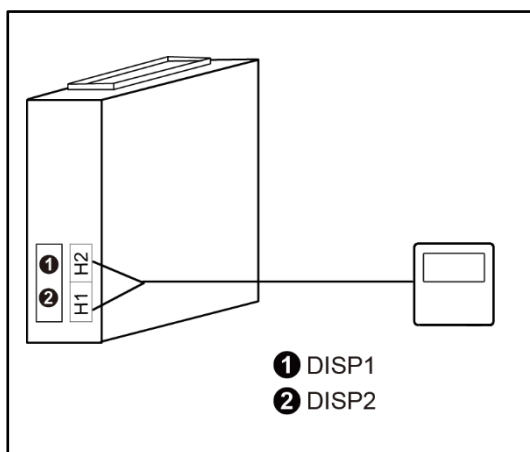

Fig. 5.4.1
- 1) A Fig. 5.4.1 mostra a instalação do controlador com fios.